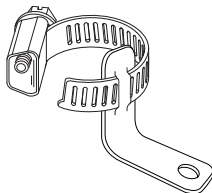

Figura 9 Abrazadera de fijación de la máquina
- Fijar el equipo al suelo utilizando las dos abrazaderas suministradas (Figura 9).